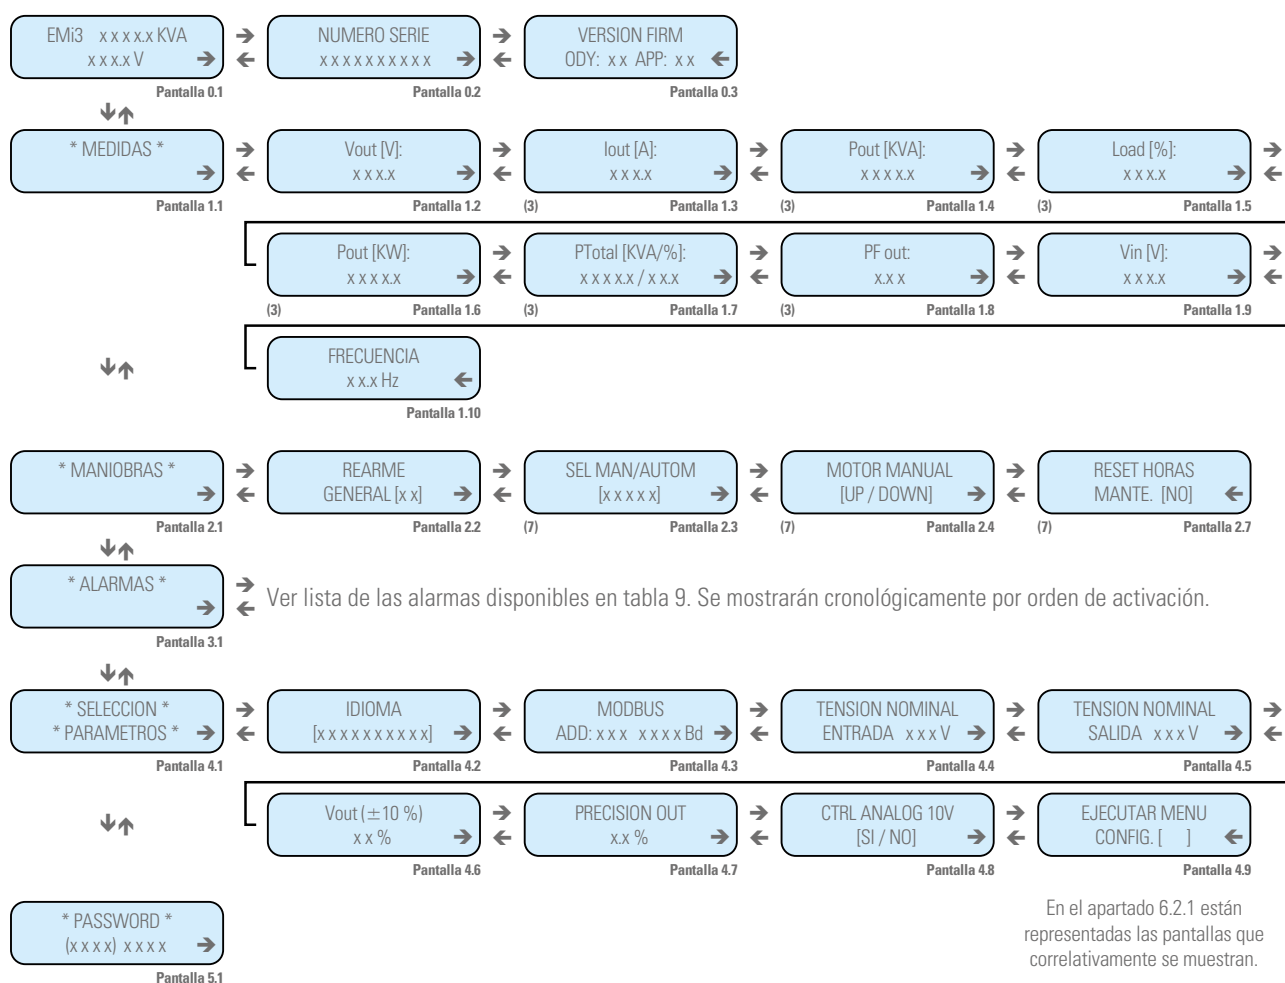

Fig. 19. Mapa de pantallas estabilizador monofásico.
- En los mapas de pantallas de las Fig. 19 y 20 están explotados todos los submenús de los equipos monofásicos y trifásicos, incluidos los protegidos con «Password». Tener en cuenta las siguientes anotaciones: